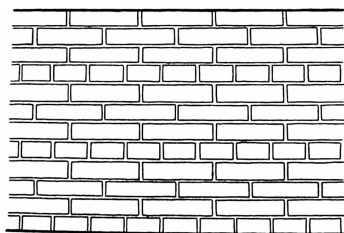

图 1-34 三顺一丁砌法
(3) 三顺一丁砌法: 由三皮全顺砖一皮全丁砖砌成, 适合一砖半以上的墙体, 此砌法外墙美观, 砌筑快, 整体性较差(图 1-34)。